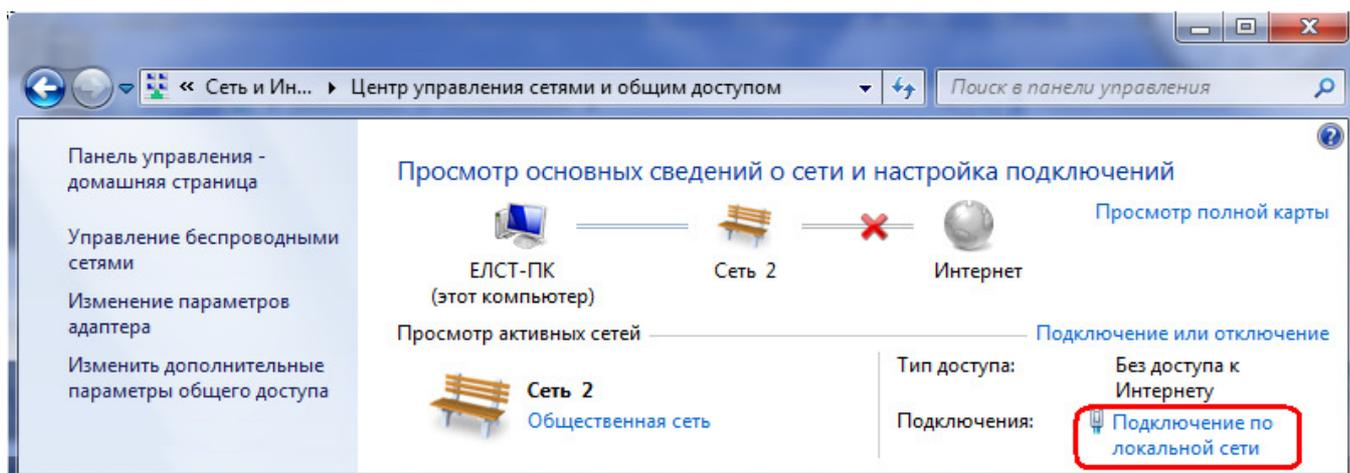

Рис. 2.1.4. Окно панели управления «Центр управления сетями и общим доступом»
3. Выберите пункт «Подключение по локальной сети» (рис.2.1.4).